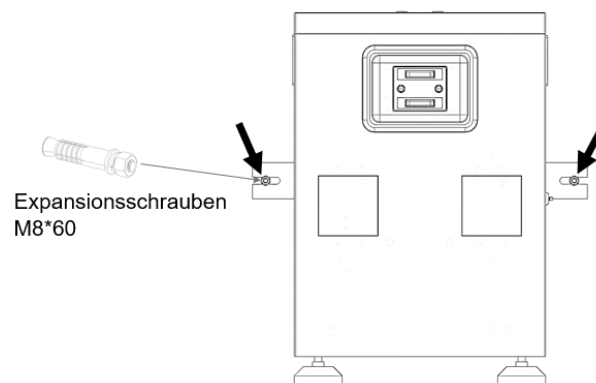

ABB.7
5. Installieren Sie das Gerät mit den Expansionsschrauben gemäß ABB. 7 an der Wand.